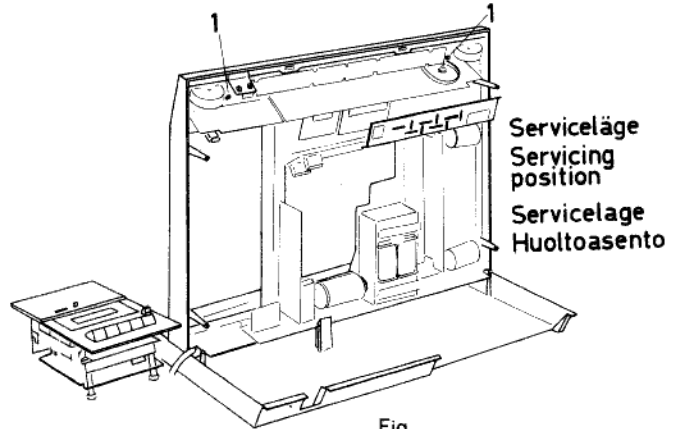

Fig. 5
3. Tag bort de två skruvarna med gula brickor på apparatens baksida. Lossa skruven (med metallbricka) under framkanten. För sedan lådan framåt och placera den i serviceläge enl. fig. 5.